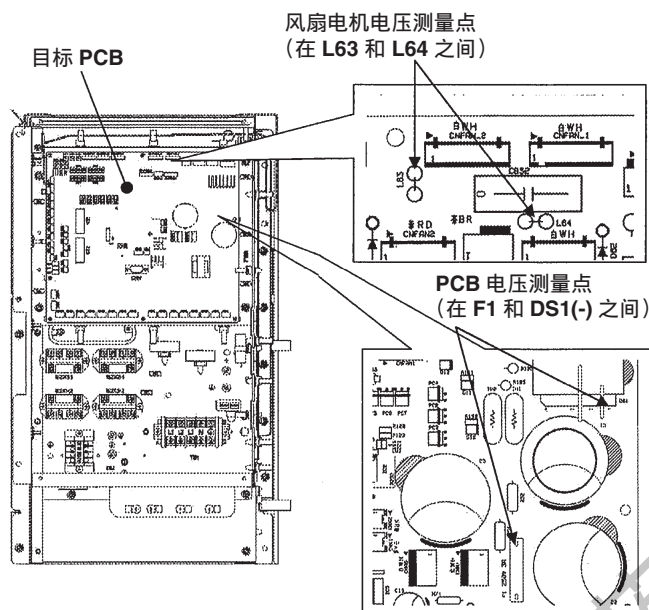

图 1 电压测量点
(请务必测量两处 (1. PCB 的电源, 2. 风扇电机的电源) 的电压 (DC) 并检查电压是否充分释放。(请参见图 1 和下页))
(3) 拆下图 1 中 A、B 和 C 部分的总共 8 颗螺钉。